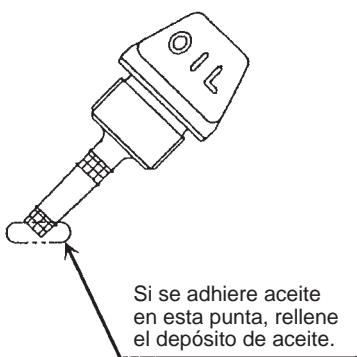
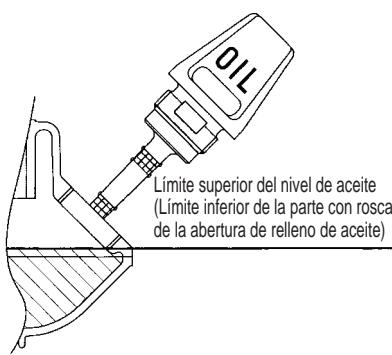

Fig. 1
Fig. 2
Cuando el nivel del aceite sea bajo y la varilla indicadora del nivel de aceite sólo toque el aceite con su punta, en concreto con la varilla indicadora del nivel de aceite insertada en el cárter sin atornillar (Fig. 1), rellene con aceite nuevo (Fig. 2).
- (1) Mantenga el motor nivelado y extraiga la varilla indicadora del nivel de aceite.
- (2) Llene aceite hasta el borde de la abertura de relleno de aceite. (Consulte la Fig. 2).